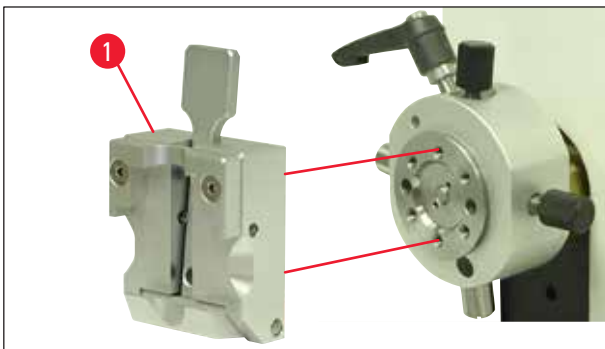

Abb. 11
4. Objektklammer (→ Abb. 11-1) wie gezeigt (→ Abb. 11) auf die Probenhalteraufnahme aufsetzen und mit den beiden Schrauben (→ Abb. 10-4) befestigen.